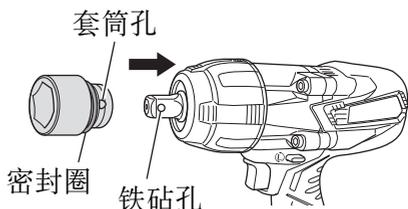

图 1
(1) 将密封圈从凹槽挪开，并对准铁砧孔与套筒孔的位置后插入套筒。(图 1)